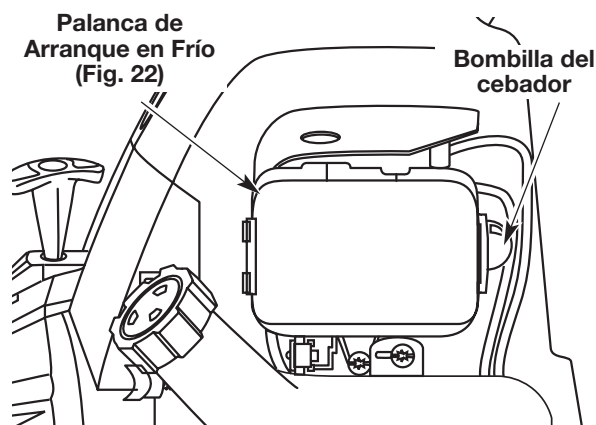

Fig. 20
3. Oprima completamente el cebador y suéltelo 10 veces. Hágalo lentamente. Se deberá ver un poco de **combustible en el cebador** y en las tuberías de alimentación de combustible (Fig. 20). Si no puede ver el combustible en el cebador, oprímalo y suéltelo tantas veces como sea necesario hasta que vea combustible en el mismo.